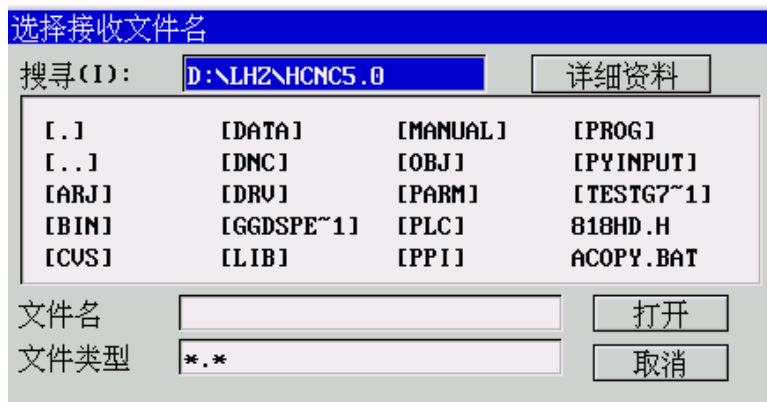

图 7.8.4 选择接收文件名
- (2) 按 **Enter** 键，弹出如图 7.8.4 所示对话框；